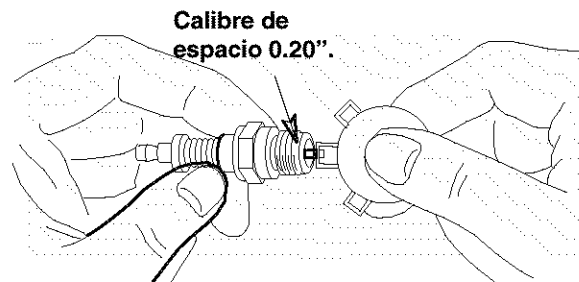

Figura 9
3. Cambie la bujía si los electrodos están picados, quemados o la porcelana está rota. Ver Figura 9.
4. Limpie la bujía y ajuste el espacio a 0.020" al menos una vez cada estación o cada 100 horas de operación. Ver Figura 9. Reemplace cuando sea necesario. Consulte el número de parte en la sección de la lista de partes.